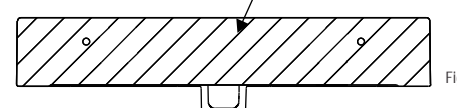

Fig. 4
- 6** Aplicar adesivo silicone (não acompanha o produto) em toda área de contato da cuba com a parede. (conforme fig.4).
Apply a line of silicone on the whole edge of contact between the lavatory and the wall. (As shown in fig.4).
Aplicar silicona en toda el área de contacto de la bacha con la pared. (conforme fig.4).